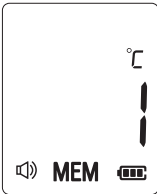

Figura 12
1. Una vez encendido el termómetro y tras la aparición de la pantalla representada en la Figura 6 o una vez finalizada la prueba, pulse y mantenga pulsado el botón durante tres segundos. La abreviatura MEM aparecerá en la parte inferior de la pantalla. (Véase la Figura 12)